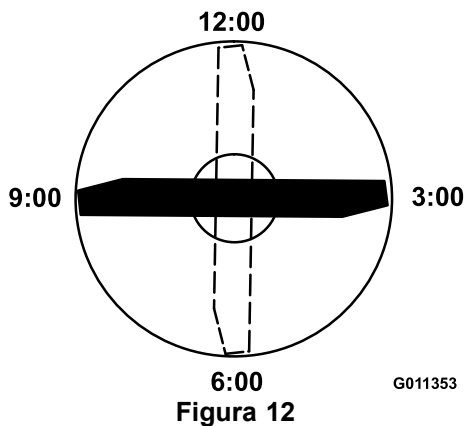

Figura 12
4. Coloque el filo de corte del extremo marcado de la cuchilla en la posición de las 12 (hacia adelante, en el sentido de la siega) (Figura 12) y mida la altura desde la mesa hasta el filo de corte de la cuchilla.
5. Gire el extremo marcado de la cuchilla a las posiciones de las 3 y de las 9 (Figura 12) y mida las alturas.